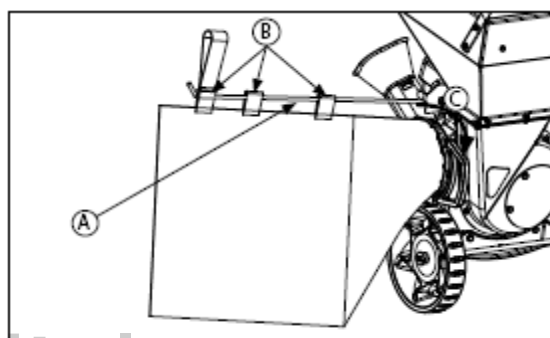

РИСУНОК 8
2. Передвиньте лапки (8) по мешку для мусора вдоль опорной рейки (А). **РИСУНОК 8**
3. Прикрепите соединитель мешка к измельчителю посредством поворота соединителя до упора. **СМ. РИСУНОК 8**